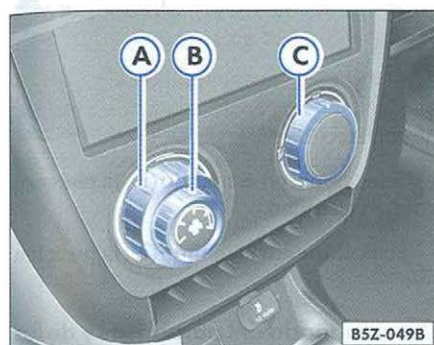

Fig. 99 Detalle en el cuadro: mandos
– Gire el botón **⇒**fig. 99 **(A)** para ajustar la temperatura³⁵⁾, el botón **(B)** para ajustar las velocidades de ventilación y el botón **(C)** para ajustar la distribución del aire **⇒****(A)**.
Con el mando **⇒**fig. 99 **(A)**, es posible regular la temperatura en el compartimiento de pasajeros de acuerdo con sus necesidades. Se debe tener en cuenta que la temperatura creada en el compartimiento de pasajeros nunca será inferior a la temperatura externa del vehículo. La mayor potencia de calefacción posible y el rápido desempañado de las lunetas sólo son alcanzados después que el motor alcanza la temperatura normal de funcionamiento.
Con el mando **⇒**fig. 99 **(B)**, la velocidad de salida del aire puede ser regulada progresivamente en
Con el mando **⇒**fig. 99 **(C)**, el aire puede ser regulado para la dirección deseada.